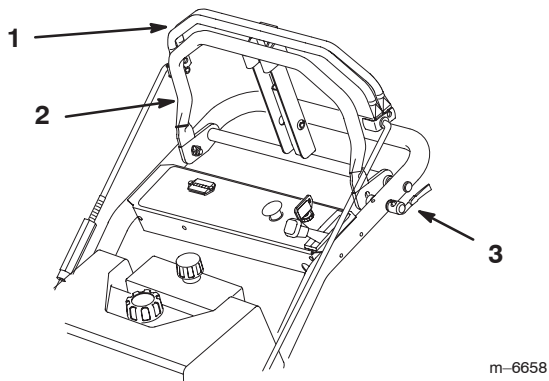

Bild 12
1. Stellen Sie die Schnelllöshebel in die entriegelte Stellung (Bild 12).
2. Schieben Sie den Anschlagbügel nach vorne oder hinten, um die gewünschte Geschwindigkeit einzustellen. Der Zeiger gibt die ungefähre Geschwindigkeit ein (Bild 12). Wenn Sie den Bügel ganz nach vorne schieben, beträgt die Geschwindigkeit ungefähr 10 km/h. Wenn Sie den Bügel in die Mitte schieben, beträgt die Geschwindigkeit ungefähr 5 km/h.
3. Stellen Sie die Schnelllöshebel in die verriegelte Stellung (Bild 12).
1. Drücken Sie zum Vorwärtsfahren den oberen Schaltbügel langsam gegen den Anschlagbügel (Bild 12).
2. Üben Sie zum Geradeausfahren einen gleichmäßigen Druck auf beide Enden des oberen Schaltbügels aus (Bild 12).
3. Reduzieren Sie zum Wenden den Druck auf die Seite des oberen Schaltbügels in der Richtung, in der Sie wenden möchten (Bild 12).
4. Stellen Sie den Anschlagbügel so ein, dass Sie eine komfortable voreingestellte Fahrgeschwindigkeit beibehalten (Bild 12).
5. Lassen Sie zum Anhalten den oberen Schaltbügel los, um beide Räder zu stoppen (Bild 12).
1. Ziehen Sie zum Rückwärtsfahren den Schaltbügel langsam nach hinten (Bild 12).
3. Reduzieren Sie zum Wenden den Druck auf die Seite der oberen Schaltleiste entgegen der Richtung, in die Sie wenden möchten (Bild 12).
4. Lassen Sie zum Anhalten den oberen Schaltbügel los, um beide Räder zu stoppen (Bild 12).
1. Lassen Sie zum Anhalten den oberen Schaltbügel los, um beide Räder zu stoppen (Bild 12).